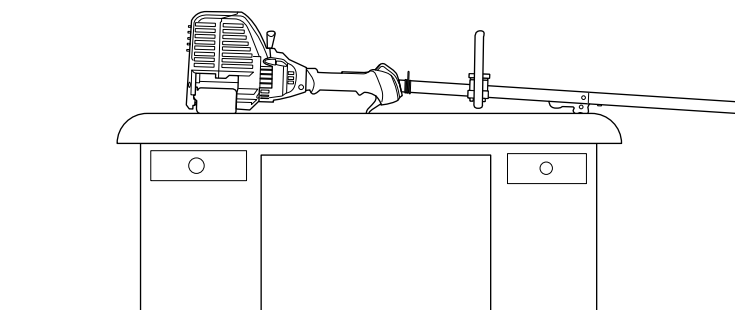

Fig. 20
2. **Ubique la unidad sobre una superficie plana y nivelada**, como un banco de trabajo o una mesa. El protector del cabezal de corte debe quedar colgando del borde de manera que el motor quede nivelado (Fig. 20).